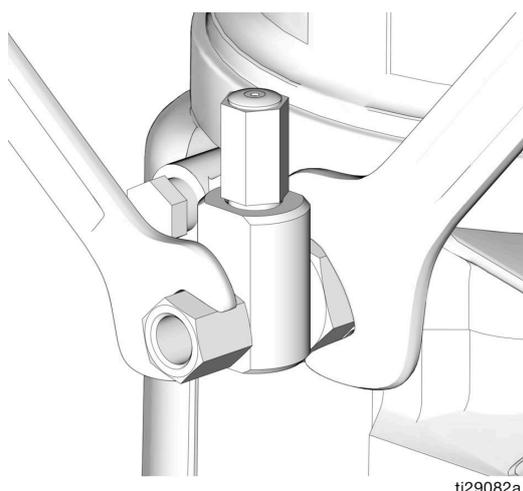

FIG. 17
Para aliviar la presión, ponga dos llaves en el elemento de bomba y su accesorio de conexión y haga fuerza en direcciones opuestas para aflojar lentamente solo el accesorio hasta que se suelte y no salga más lubricante ni aire por el mismo. Repítalo con cada elemento de bomba instalado (FIG. 17).
- Utilice siempre dos llaves y haga fuerza en direcciones opuestas cuando conecte algo al elemento de bomba o accesorios auxiliares. Vea un ejemplo en la FIG. 17.